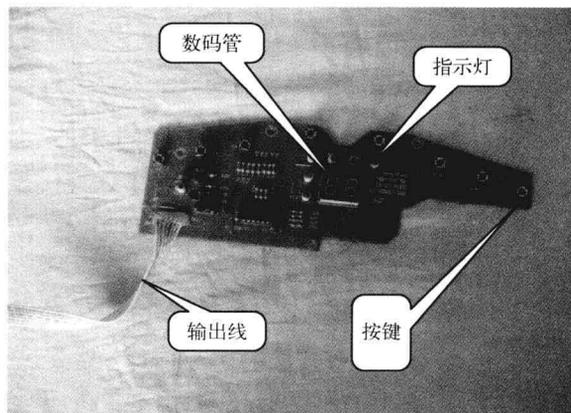

图 1-15 按键操作/显示电路板实物图
**3) 按键操作/显示电路板** 按键操作/显示电路板主要由按键、微处理器、输出接口电路和显示电路等组成。它的工作原理是，接收用户操作按键后的信息并送给微处理器，经微处理器处理后输出控制命令，以此来完成电磁炉的开/关机、温度调节、功能转换、定时等操作。图 1-15 所示为按键操作/显示电路板实物图。